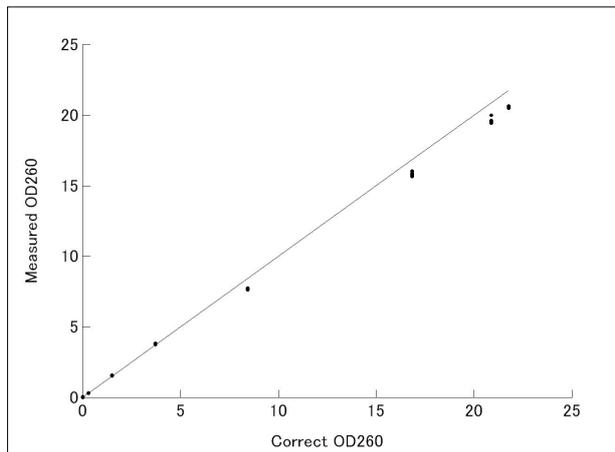

Fig.1 光路長 0.7 mmにおける分析結果
サンプルはTris-EDTA(TE)バッファーに溶解した精製dsDNAです。各光路長に対して、右記のような濃度範囲のサンプルを準備しました。次に、BioSpec-nanoで種々の光路長、濃度で10回ずつ測定を行い、260 nmにおけるOD(Optical Density, 光学純度, 光路長10 mm換算の吸光度)を求めました。Fig.1, 2, 3の縦軸値(Measured OD260)がBioSpec-nanoの測定値に相当します。
正確さを求めるための基準値(Corrected OD260, 各図の横軸値)は島津紫外可視分光光度計UV-2450でサンプルを適宜、希釈し、光路長1 mmセルによって求めました。Fig.1, 2, 3の直線は基準値を示す直線であり、各々の直線からの乖離が誤差に相当します。
1.4 OD(70 ng/  $\mu$ L dsDNA)以上のとき、測定再現性: CV値(%)として1.4%以下, OD誤差(%)として-8.6% ~ 4.4%の結果が得られました。データをFig.1に示します。